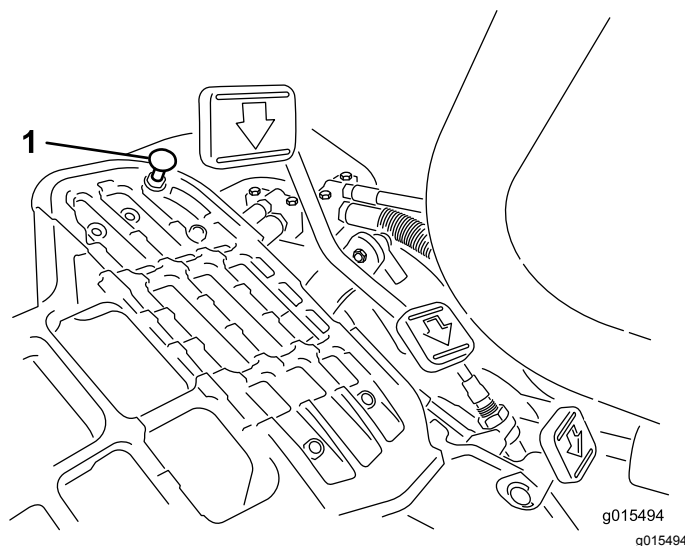

Рисунок 33
Для получения максимальной транспортной скорости переведите рычаг функционального управления в положение ТРАНСПОРТИРОВКА и нажмите на педаль тяги. Если педаль касается упора (Рисунок 33) до того, как на тросике начинает ощущаться натяжение, выполните следующую регулировку:
1. Переведите рычаг функционального управления в положение ТРАНСПОРТИРОВКА и ослабьте контргайку крепления упора педали к полу (Рисунок 33).